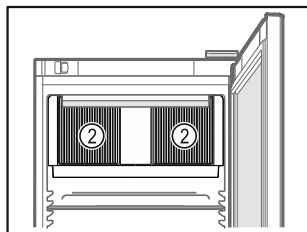

Fig. 31
- Se till att inte blockera ventilationsgallren Fig. 31 (2) för fläkten inne i skåpet.